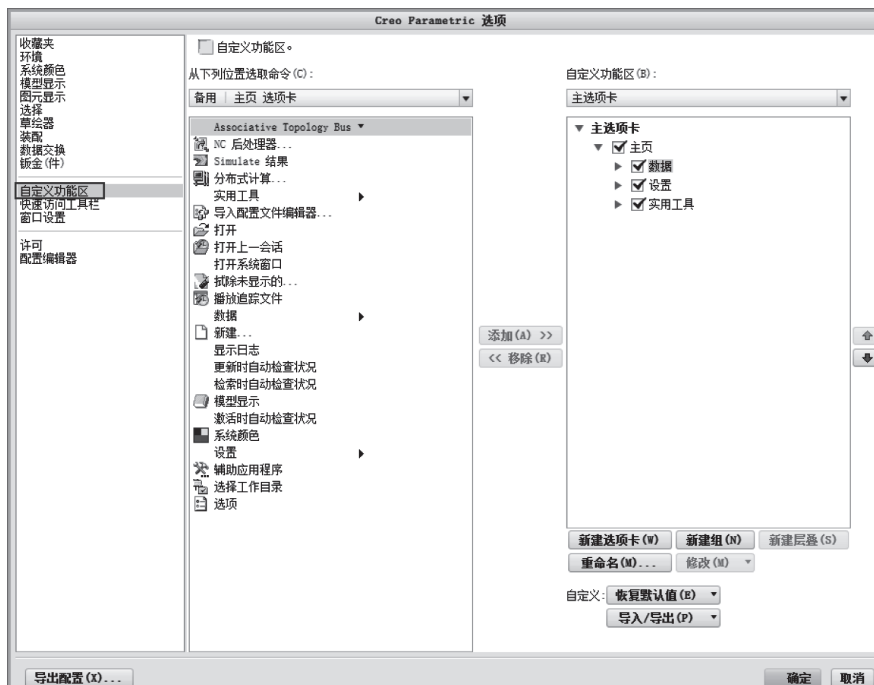

图 1-7 自定义功能区
STEP 4 单击“Creo Parametric 选项”中的自定义功能区,在这个选项中可以创建新的用户选项卡。如图 1-7 所示。